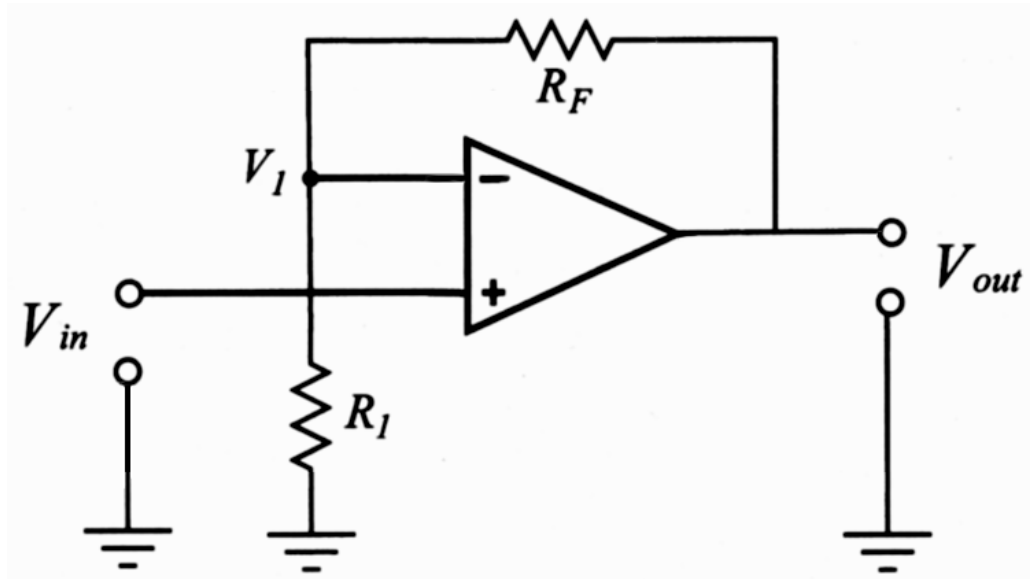

Figura 3. Circuito para un amplificador *no-inversor*. R_F es una resistencia de *feedback* y R_1 una resistencia en la entrada (-).
Nota: No confundir R_1 (externa al op-amp, conectada a la entrada $(-)$ en la Figura 3) con r_{in} (interna), ni la impedancia de feedback R_F con r_{out} (interna), ni confundir r_{in} o R_i (Webster) o R_1 con la resistencia equivalente de entrada R_{in} de la ecuación (6). Idem R_L con r_{out} (interna) y R_{out} (equivalente).